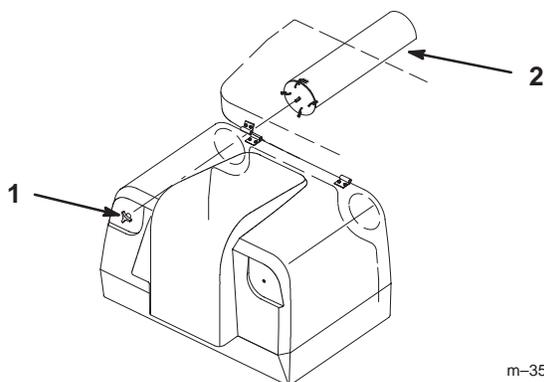

Figure 92
2. Ouvrez le volet, dévissez les boutons situés en haut à l'avant du bac à herbe et sortez les filtres par l'arrière (Fig. 92).
4. Remettez les filtres en place et revissez les boutons (Fig. 92). Fermez et verrouillez le volet du bac à herbe.